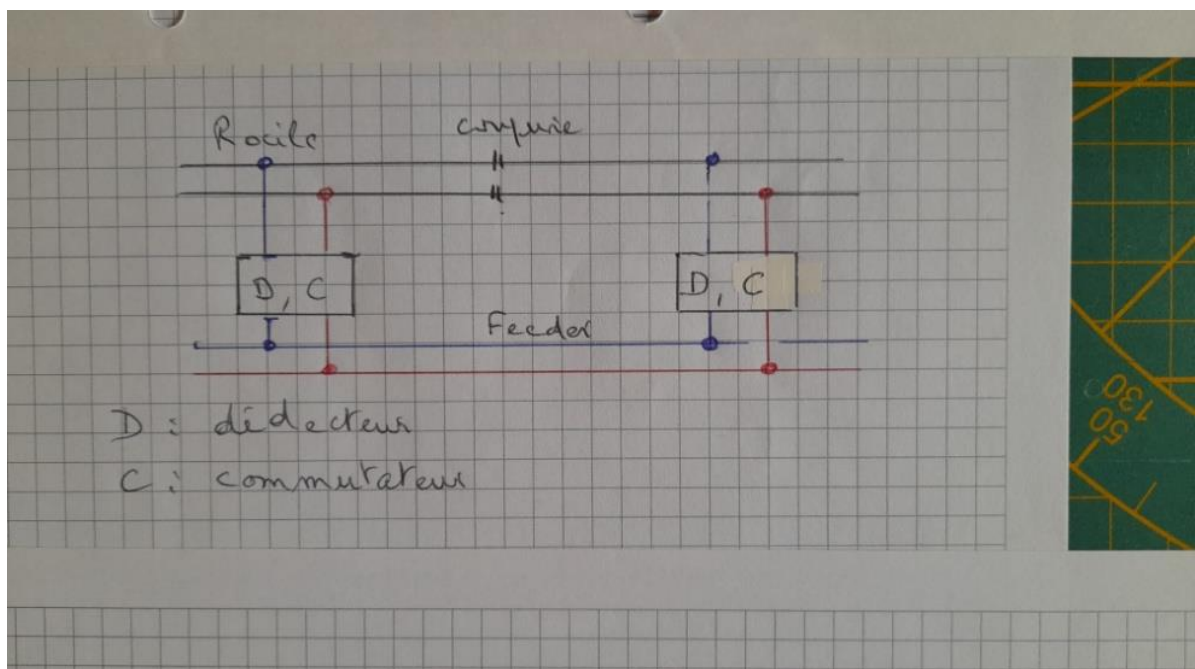

Fig 2
- soit par un **dispositif de cantonnement** (BS : bloc système, fig 2) et de mesure de courant dans la voie : il n'y a aucune incidence sur le matériel roulant ; il suffit, éventuellement, de graphiter les essieux ou, au minimum, le fourgon de fin de convoi.